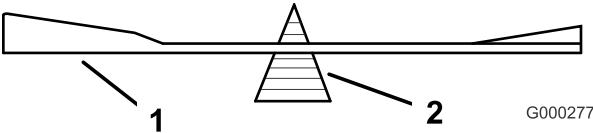

Figura 59
2. Verifique el equilibrio de la cuchilla colocándola sobre un equilibrador de cuchillas (Figura 59). Si la